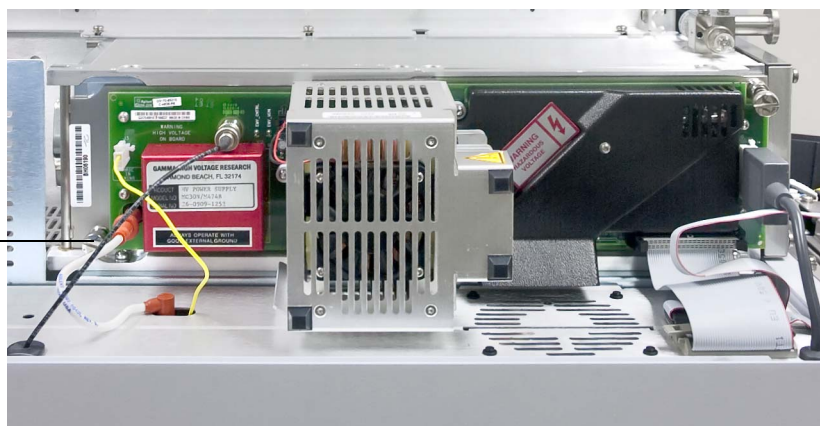

図 5 サイドプレートの蝶ねじを緩める
- 2 サイドプレートの蝶ねじを完全に緩めたことを確認します（図 5 を参照）。